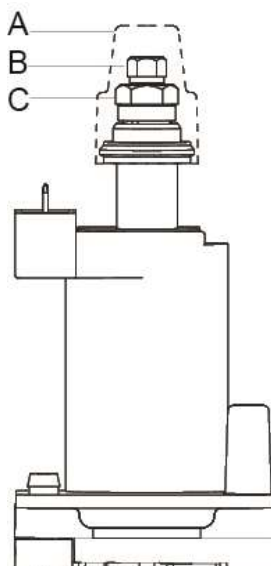

Рисунок 4.3.2 Регулировочные винты регулятора давления
5. Снять защитный колпачок «А» регулятора (рис. 4.3.2).
7. Медленно вращать регулировочный винт давления сопла «В» (рис. 4.3.2) в направлении «+» или «-» и наблюдать при этом за прибором измерения давления. Не рекомендуется крутить винт дальше, если необходимое давление сопла уже достигнуто.